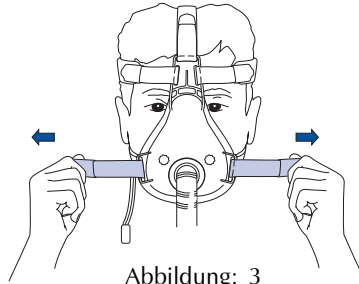
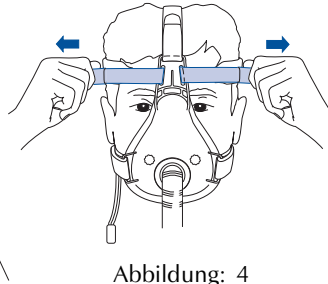

Abbildung: 3
Abbildung: 4
- 4 Schließen Sie die unteren seitlichen (Abb. 3) und die oberen seitlichen (Abb. 4) Velcro-Bänder so, dass die Maske sicher und bequem sitzt.